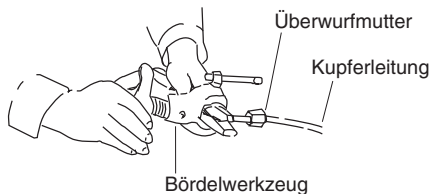

Abb. 5-3
- (3) Die Überwurfmutter vom Gerät abnehmen und an der Kupferleitung anbringen.
- (4) Das Ende der Kupferleitung mit einem Bördelwerkzeug aufweiten. (Abb. 5-3)